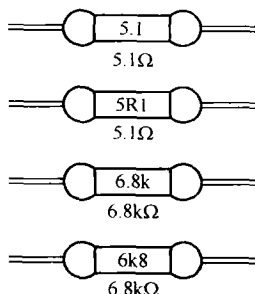

图 1-4 电阻值直标法
(1) 直标法, 即将电阻值直接印刷在电阻器上。例如: 在 5.1Ω 的电阻器上印有“5.1”或“5R1”字样, 在 $6.8k\Omega$ 的电阻器上印有“6.8k”或“6k8”字样, 如图 1-4 所示。
(2) 色环法, 即在电阻器上印刷 4 道或 5 道色环来表示阻值等, 阻值的单位为 Ω 。